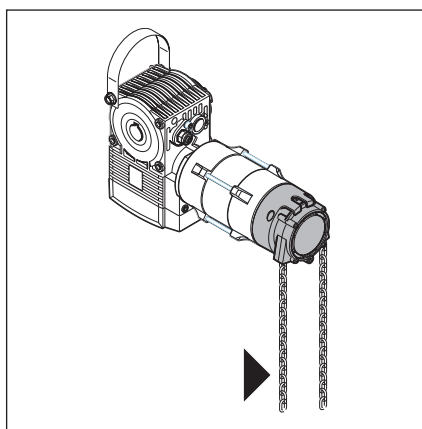

Рис. 8-5: Фланцевый привод с цепной ручной аварийной деблокировкой
- в. Фланцевый привод с цепной ручной аварийной деблокировкой ворот (см. рис. 8-5): потяните цепь и установите ворота в нужное положение.